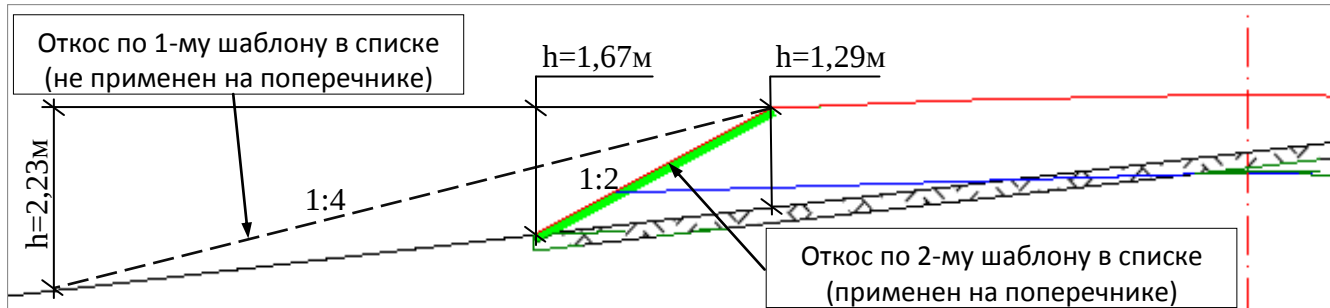

Рис. 22. Список шаблонов откосов заданного стиля насыпи и пример построения откоса насыпи на конкретном поперечнике
4. Если после проверки последнего элемента последнего шаблона в списке пересечение с ЧП не найдено, то последний элемент откоса продлевается до пересечения, игнорируя ограничение на максимальное приращение. Таким образом, критерием применения того или иного шаблона является разница в отметках между бровкой и точкой пересечения откоса с ЧП, а не рабочая отметка на бровке. Поясним это на примере поперечника с рабочей отметкой насыпи на бровке 1,29 м (рис. 22):